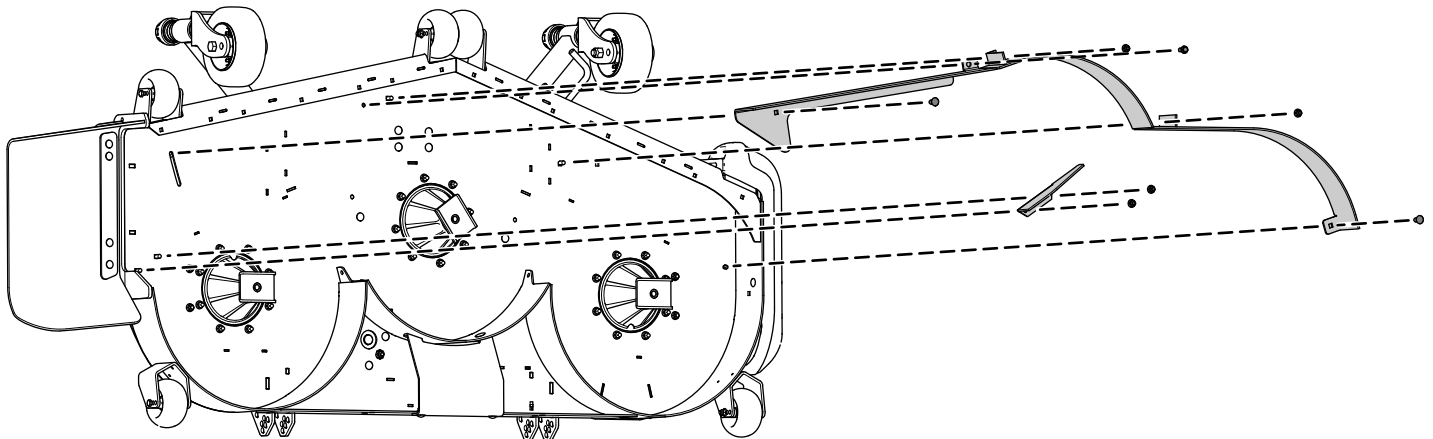

Рисунок 2
1. Снимите 2 фланцевые гайки, которые крепят дефлекторы на месте (Рисунок 2).
2. Снимите 2 болта и 2 гайки с регулируемого дефлектора потока (Рисунок 2).
3. Снимите 3 болта и 3 гайки, которые крепят дефлекторы на месте (Рисунок 2).